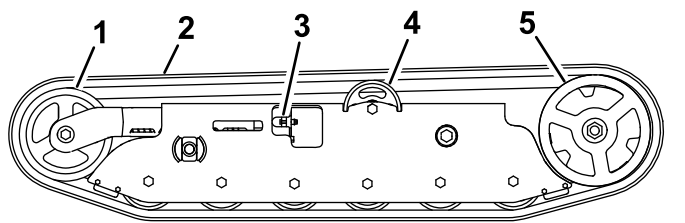

Figura 37
5. Alivie la tensión de la transmisión girando el tornillo tensor en el sentido de las agujas del reloj (Figura 36 y Figura 37).
7. Cuando haya retirado la oruga de la rueda delantera, retírela de la rueda motriz y de las ruedas de rodaje (Figura 37).
8. Empezando en la rueda motriz, pase la oruga nueva alrededor de dicha rueda, asegurándose de que los dientes de la oruga encajen entre los espaciadores de la rueda (Figura 37).
9. Empuje la oruga debajo de los dientes y entre las ruedas de rodaje (Figura 37).